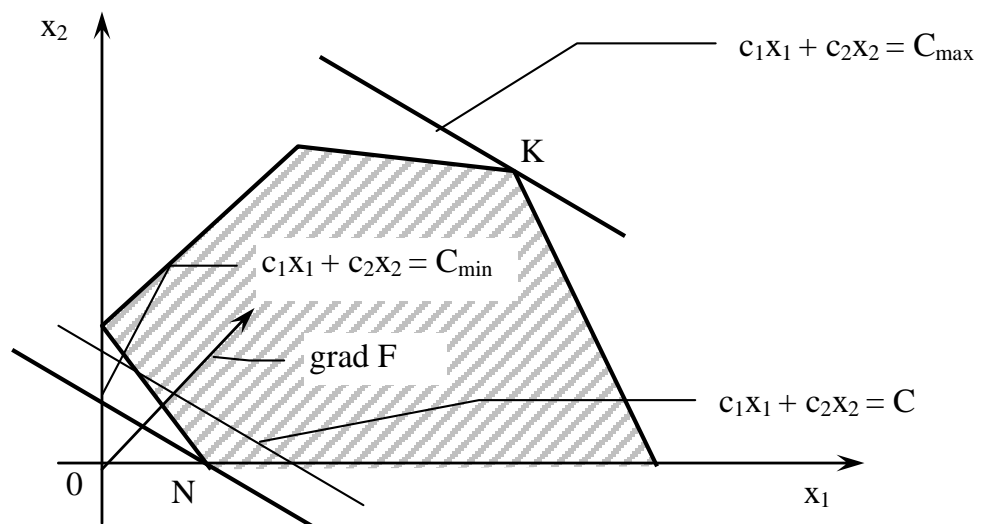

Рисунок 2 – Знаходження максимуму і мінімуму цільової функції графічним методом
Виходить, остання точка області, яку перетинає пряма (6) при русі в напрямку градієнта, є точкою максимуму (т. К, рис. 2).
Остання точка області, яку перетинає пряма (6) при русі в напрямку, протилежному напрямку градієнта, є точкою мінімуму (т. N, рис. 2).